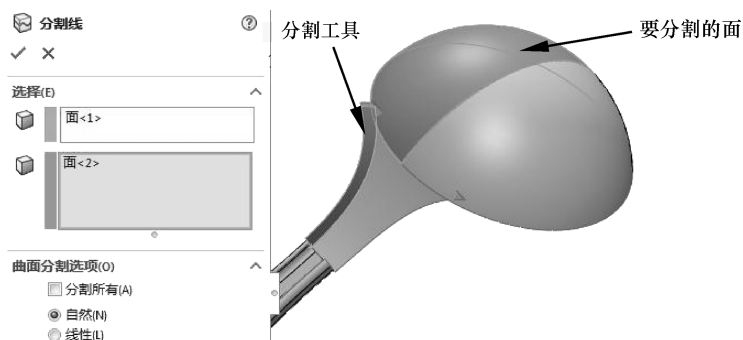

图 4-101 创建分割线 2
- 15 利用【分割线】工具，创建如图 4-101 所示的分割线 2。